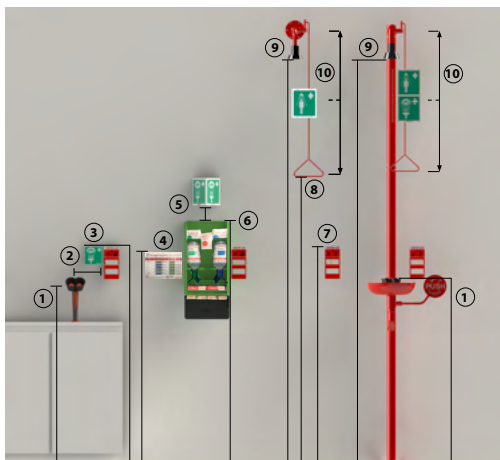

Abbildung 3: Montagehöhe
**Sicherheitsschilder:** Schilder nach ISO 3864-1 sind im Paket enthalten. Siehe unsere Empfehlungen zur Montagehöhe in Abbildung 3.
**Montagehöhe:** Siehe Tabelle 1 und Abbildung 3.